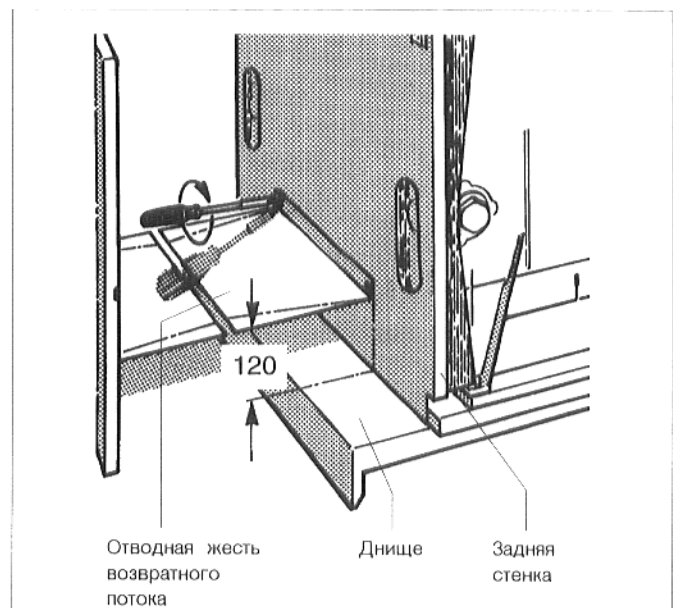

Рис. 4. Монтаж отводной жести возвратного потока
- Привинтить отводную жесть возвратного потока (упакованы вместе со сборным каналом), на расстоянии от щита днища, примерно 120 мм, к задней стенке котла (рис. 4).